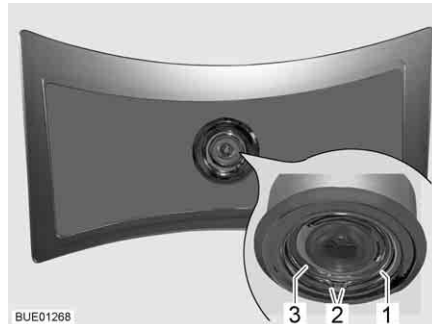

Bild 296 Taklampa
- Tryck samman fjädderingen (Bild 296,1) i båda ändarna (Bild 296,2) och ta bort den.
- Ta ut höljet (Bild 296,3) med lysdioderna ur lampan.